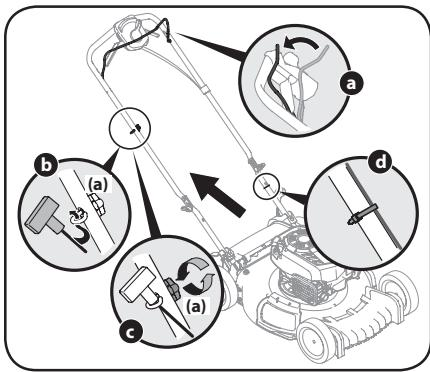

Figura 2-4
7. La guía de la cuerda está unida al costado derecho de la manija superior. Afloje la perilla de aleta (a) que sujetla la guía de la cuerda. Vea la Figura 2-4.